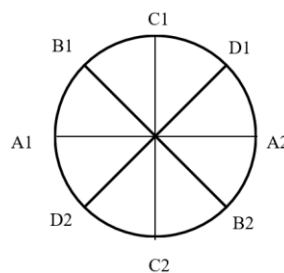

Imagen 8: Puntos de medición
- v. Repita este procedimiento de manera que pueda controlar toda la corona como en la “*Imagen 8*”.